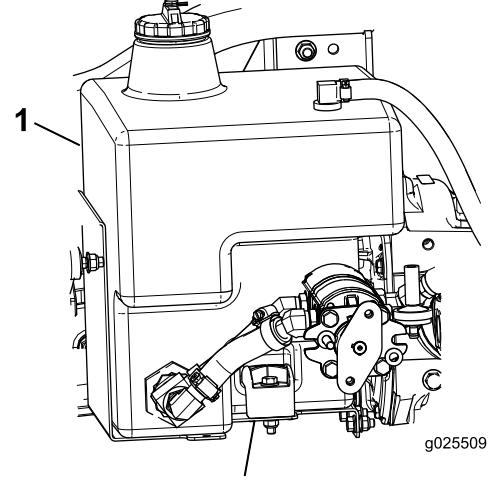

図 4
- ストレートフィッティングを外してオイルを回収する図4と図11。ストレートフィッティングは廃棄する。
- 油圧オイルタンクを固定しているボルトをブラケットを外す図4。